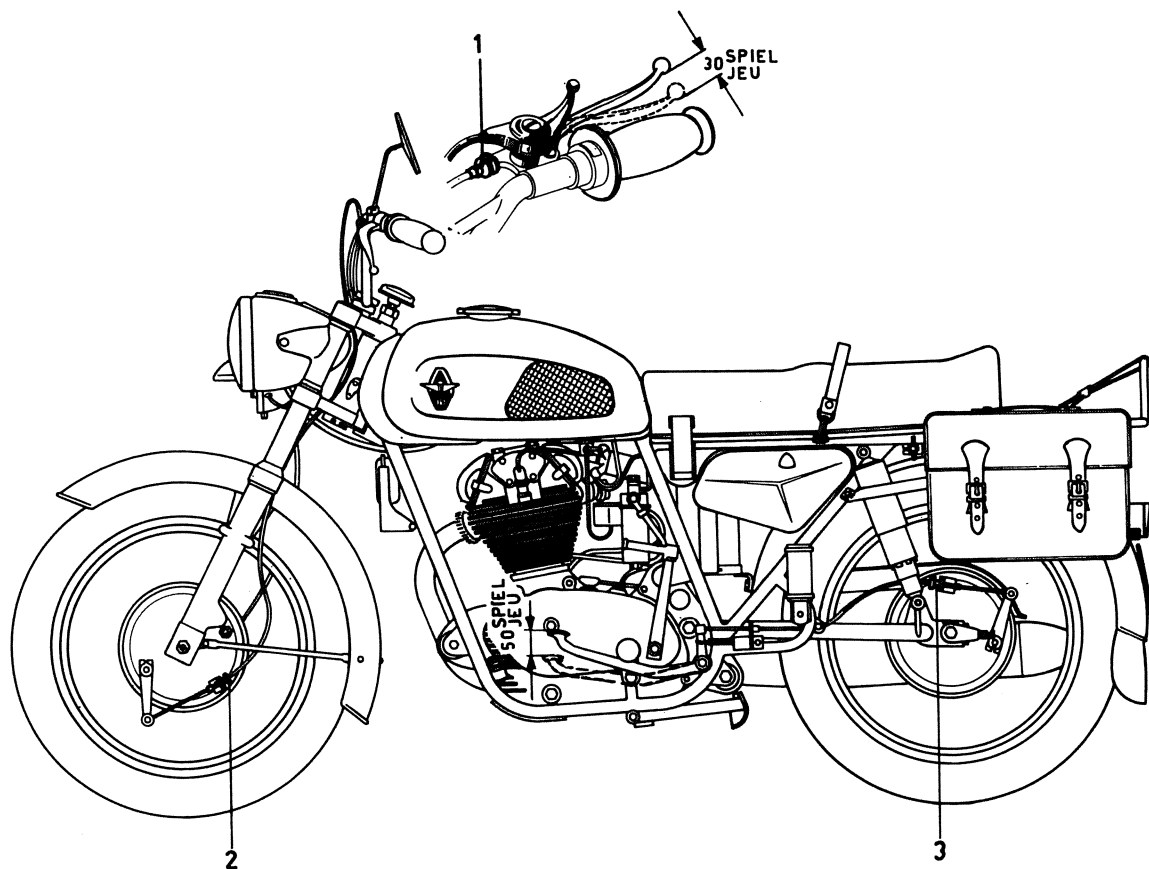

Fig. 11
Weist der Handbremshebel ein grösseres Spiel auf als die Vorgescribenen 30 mm, so ist dieses an der Regulierschraube (1) am Lenker einzustellen (Fig. 11).
Si le jeu au levier de frein avant est plus important que les 30 mm prescrits, il faut procéder à un réglage au moyen de la vis moletée (1) se trouvant sur la branche droite du guidon (fig. 11).
Weist das Bremspedal ein grösseres Spiel auf als die Vorgescribenen 50 mm, so ist dieses mittels Regulierschraube (3) am Bremspedal zu beheben (Fig. 11).
Si le jeu à la pédale de frein arrière est plus important que les 50 mm prescrits, il faut procéder au rattrapage du jeu au moyen de la vis de réglage (3) se trouvant sur le couvercle de frein (fig. 11)